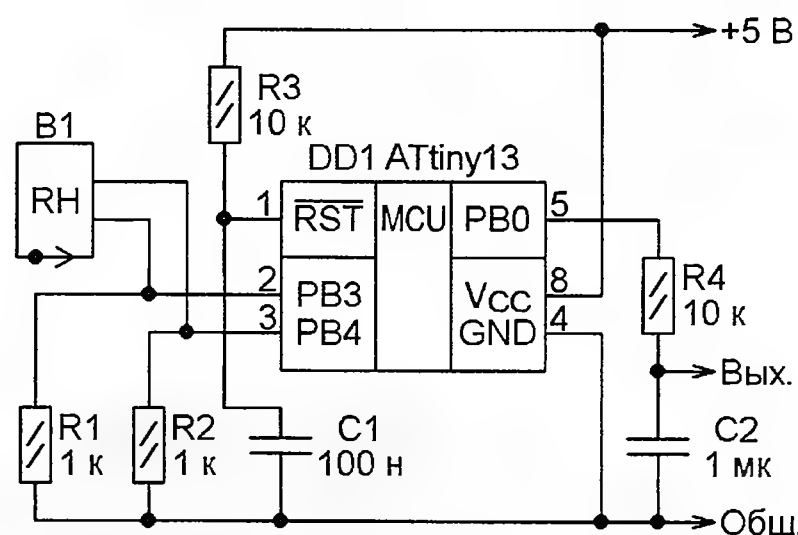

Рис. 2
**Подключение датчика влажности к микроконтроллеру (рис. 2, <http://prosje.be/Projects/VochtMeter.png>).** Датчик влажности В1 изменяет своё сопротивление в зависимости от насыщенности воздуха водяным паром. Но чтобы предотвратить электрохимические процессы, приводящие к повреждению электродов датчика, на него следует подавать знакопеременное напряжение. В рассматриваемом устройстве это достигается следующим образом. На первом шаге микроконтроллер конфигурирует линию PB3 как выход и устанавливает на нём высокий логический уровень, а линию PB4 — как вход встроенного АЦП и измеряет напряжение на выходе делителя, образованного сопротивлением датчика В1 и резистором R2. На втором шаге функции линий